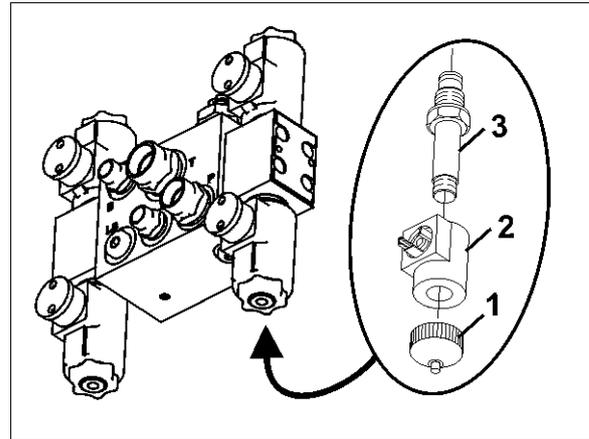

Рис. 149
1. Отверните колпачок электромагнитного клапана (Рис. 149/1).
2. Снимите катушку электромагнитного клапана (Рис. 149/2) abnehmen.
3. Выверните толкатель (Рис. 149/3) с седлами клапана и очистите сжатым воздухом или гидравлическим маслом.